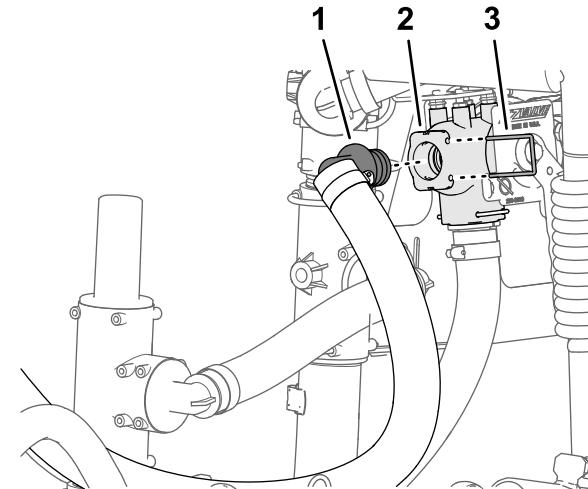

Bild 32
3. Befestigen Sie das gezahnte 90°-Anschlussstück des Ejektorzulaufschlauchs im offenen Anschluss des Ejektorabstellventils (Bild 32).
4. Befestigen Sie das gezahnte Anschlussstück mit einem Halter am Abstellventil (Bild 32).